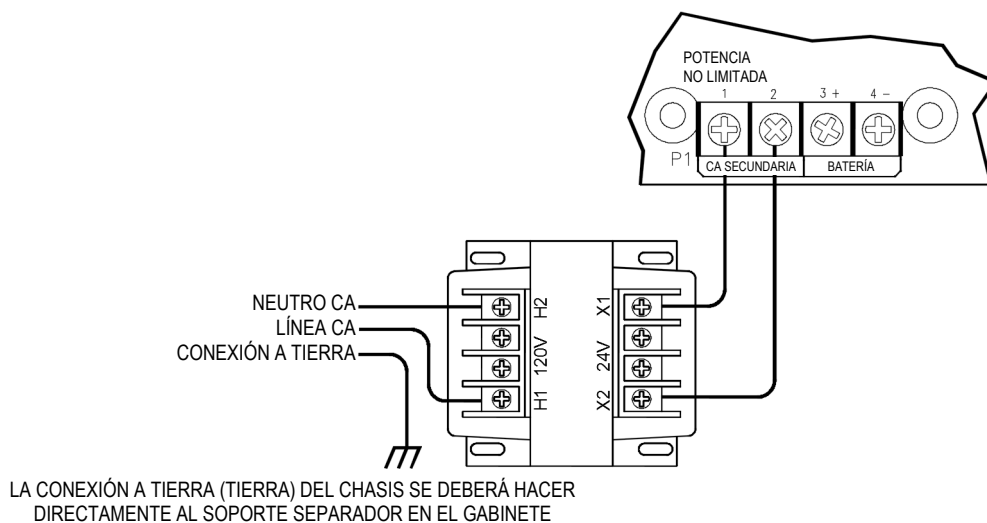

Figura 34 Cableado de transformadores y alimentación de CA
3. Mida la impedancia del circuito con un cortocircuito a través del bucle en el punto más alejado del inicio del circuito. Esto es típicamente a través del EOL o solenoide. para clase B y en el panel para la Clase A. Verifique de acuerdo con los límites indicados en la Figura 34.